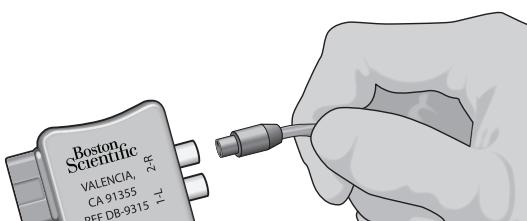

Abbildung 9: Anschluss des Operationssaalkabels 1x8 an den externen Teststimulator 2 und an den ETS-Adapter
4. Das Operationssaalkabel mit Kabelverlängerung an der mit „1-L“ gekennzeichneten Buchse des ETS-Adapters anschließen (Abbildung 9). Wenn zwei DBS-Elektroden verwendet werden, die linke DBS-Elektrode an der Buchse „1-L“ und die rechte DBS-Elektrode an der Buchse „2-R“ anschließen.